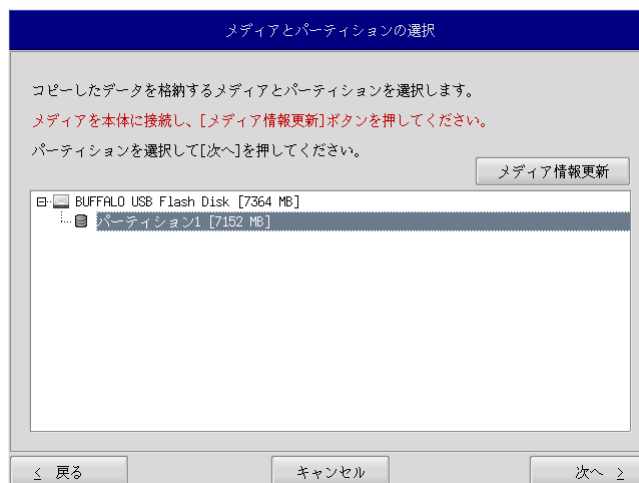

図 5-3-2. メディアとパーティション選択画面
- ④ メディアとパーティション選択画面（図 5-3-2）が表示されます。本体にバックアップ USB を接続し、[メディア情報更新] ボタンを押してください。バックアップファイルを保存するバックアップ USB のパーティションを選択し、[次へ] ボタンを押します。バックアップ USB の認識には少し時間がかかります。バックアップ USB を接続してすぐに [メディア情報更新] ボタンを押すと、目的のバックアップ USB の情報が現れないことがあります。この場合は、1 分程度待つて再度、[メディア情報更新] ボタンを押してみてください。